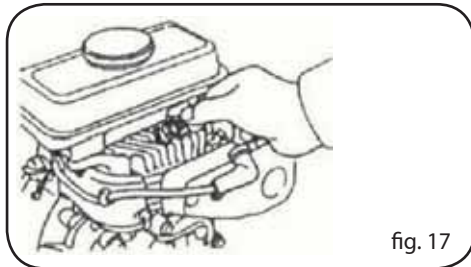

fig. 17
4. Contrôler que le joint de la bougie soit en parfaite condition; dans le cas contraire, remplacer le joint de bougie. Pour remettre la bougie il faut toujours commencer par la visser à la main sur plusieurs tours pour être certains de ne pas endommager le filetage de la culasse ou le sien (fig. 17).